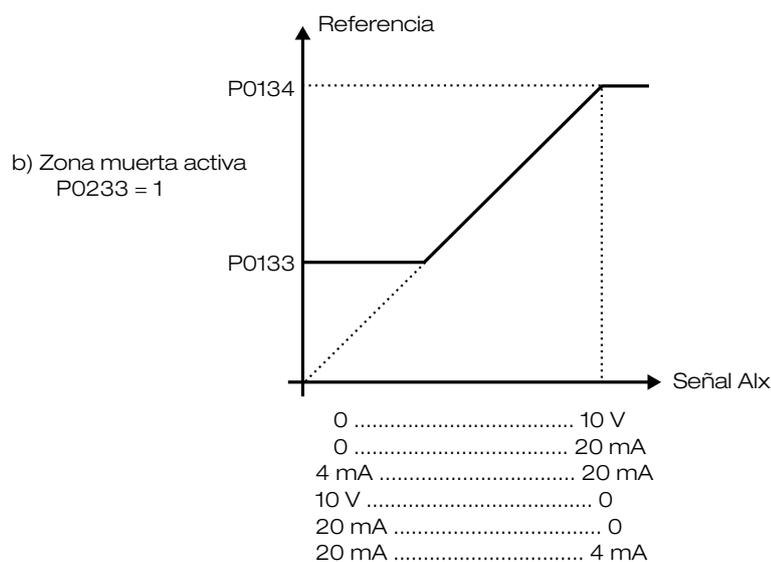

Figura 5.29: Zona muerta en las entradas analógicas activa
- En el caso de la Entrada Analógica AI2 o AI4 programada para -10V a +10 V (P0246 = 4) tendremos curvas idénticas a las de la Figura 5.29 en la página 5-48 solamente cuando AI2 o AI4 sea negativa, el Sentido de Giro será invertido.